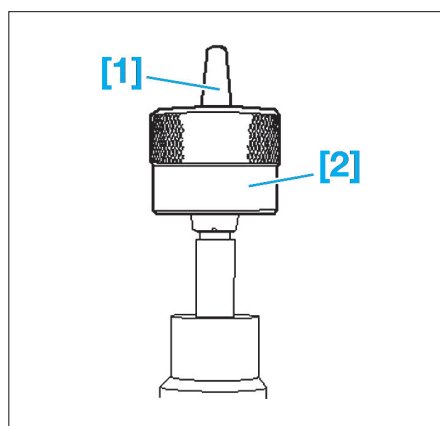

Fig. 42
- Faire glisser la bague-joint avec la douille de montage [2] sur le cône de montage [1] afin qu'elle s'enclenche dans la gorge de l'injecteur (Fig.42).